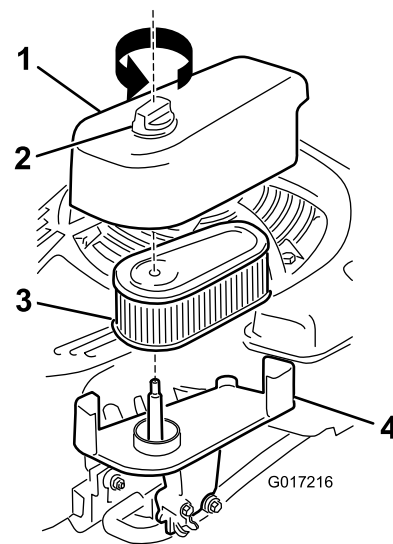

Figure 25
1. Retirez la fixation du couvercle du filtre à air et déposez le couvercle (Figure 25).